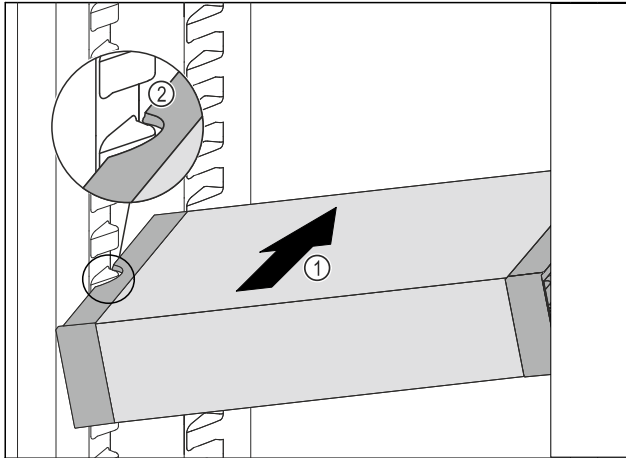

Fig. 74
- ▶ Вставити висувний ящик VarioSafe під кутом в охолоджувальне відділення Fig. 74 (1), доки бокові поглиблення Fig. 74 (2) VarioSafe не будуть розташовуватися на рівні ребра для ємності в охолоджувальному відділенні.